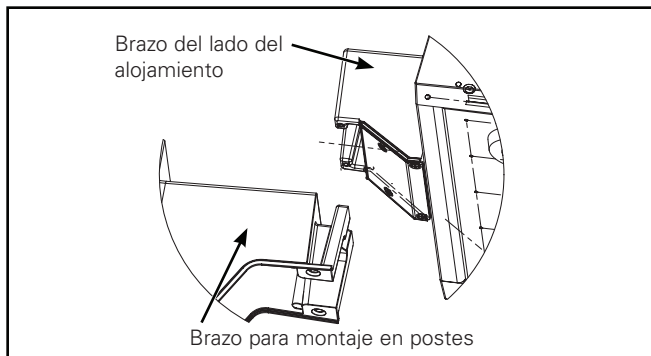

Figura 10.
- Pliegue los cables de la luminaria ligeramente en dirección al brazo de montaje mientras desliza el brazo del lado del alojamiento de la luminaria sobre el brazo para montaje en postes. Ahora ajuste el tornillo Philips del centro con un torque de 20 pulg.-lbs. (2,3 Nm). El brazo del lado del alojamiento de la luminaria y el brazo para montaje en postes ya están conectados. (Figura 10.)